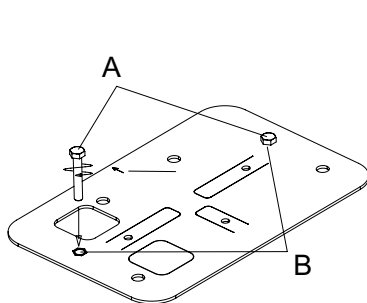

Abb. 4A
- 1) Die Schrauben M8x50 (Pos. A) über die ganze Länge in die Gewindeeinsätze (Pos. B) der Platte (Abb. 4A) eindrehen und festziehen.